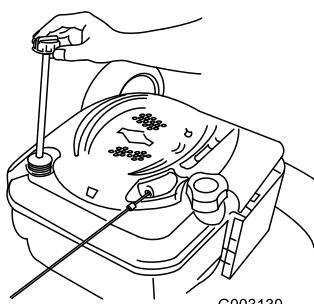

Figura 34
- Retire la varilla del tubo de llenado de aceite (Figura 34).